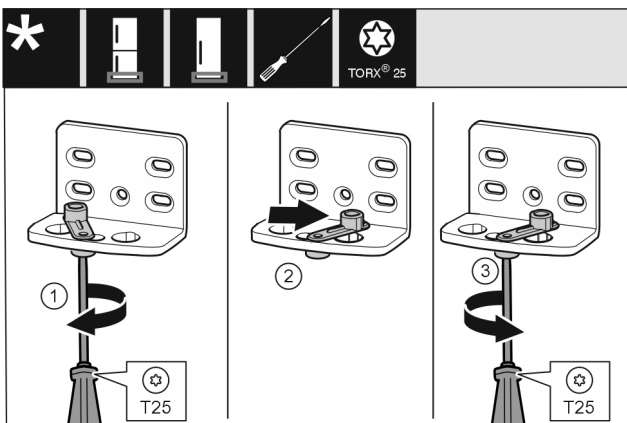

Fig. 14
- Lironi plotësisht vidën me një kaçavidë T25. Fig. 14 (1)
- Ngrini lart ndihmën e mbylljes së derës dhe rrotullojeni brenda vrimës me 90° nga e djathta. Fig. 14 (2)
- Mbërtheni fort vidën me kaçavidën T25. Fig. 14 (3)